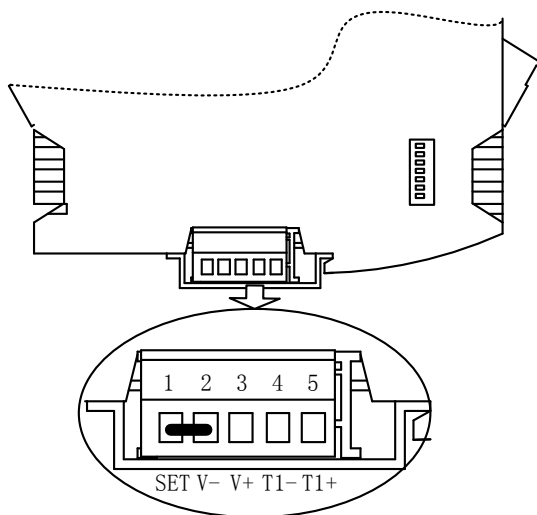

图 6-1-1 设置模式接线示意图
(1) 进入设置模式：将控制器设置端子（SET）连接至电源负极（V-）短路，给控制器上电，使控制器进入设置模式，如图 6-1-1 所示。该模式下，控制器内部的用户程序暂停运行。